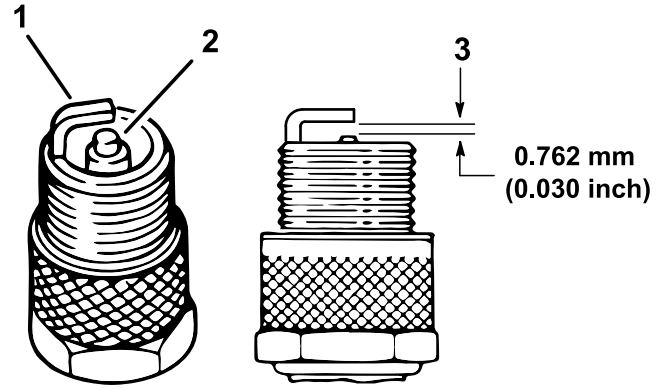

図 41
5. 図 41 のように、電極間のエアギャップを 0.76 mm に調整する。
4. 電極 (側面と中央) と碍子の状態を点検する(図 41)。